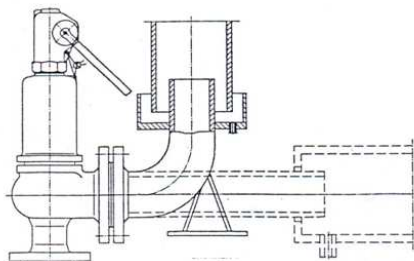

Abbildung 3
- Im Fall von Gasen und Dämpfen darf der Austrittsstutzen keine steife Verbindung zu der Rohrleitung haben. Eine beispielhafte flexible Verbindung des Austrittsstutzens zur Rohrleitung ist in Abbildung 3 dargestellt.